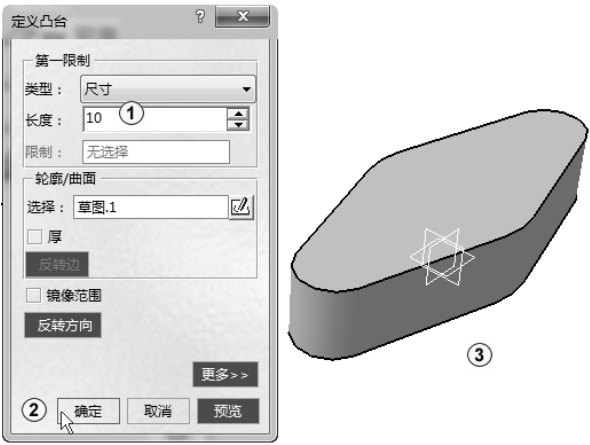

图 2-31 拉伸模型
单击“退出工作台”按钮，离开草图模式。单击屏幕右侧的“凸台”按钮，系统弹出“定义凸台”对话框，在“长度”文本框中输入数值 10，其他采用默认设置，单击“确定”按钮完成凸台操作，如图 2-31 中①②所示。单击屏幕最下方的“全部适应”按钮，单击屏幕下方的“等轴测视图”按钮，结果如图 2-31 中③所示。